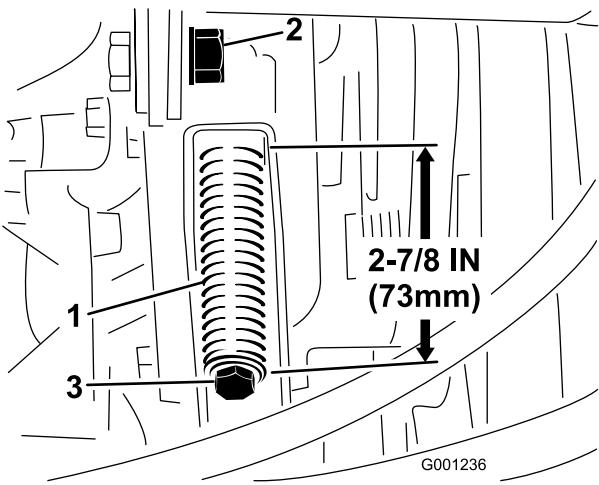

図 64
3. テンション・ロッドのジャムナットをゆるめる（図 64）。
- 4. テンション・スプリングの調整には1/2 インチ・レンチを使う（図 64）。テンション・スプリングの長さを 73 mm に調整する。
- 3. テンション・ロッドのジャムナットをゆるめる（図 64）。
- 4. 1/2 インチのレンチを使ってテンション・スプリングを完全にゆるめる（図 64）。
- 6. 新しい PTO ベルトを取り付け、レンチでスプリングの長さを 73 mm に調整する（図 64）。
- 7. ジャムナット（図 64）を締め、フードを開める。